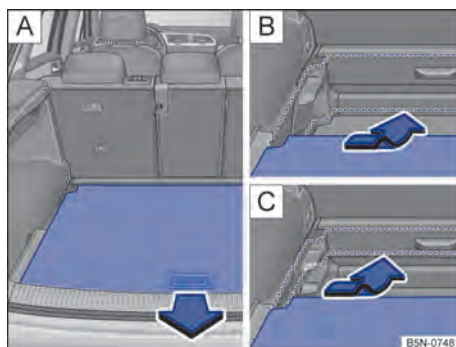

Fig. 215 No compartimento de bagagem: ajustar a altura do assoalho do compartimento de bagagem (dependendo da versão).
- Levantar o assoalho do compartimento de bagagem e puxar para trás tirando dos guias nos lados do compartimento de bagagem → Fig. 215.
- Colocar o assoalho do compartimento de bagagem nas guias da altura desejada e puxar para frente até o batente → Fig. 215.